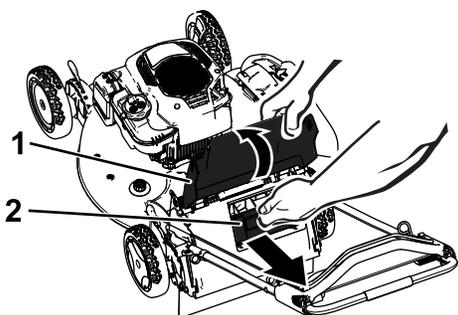

Рисунок 23
2. Поднимите и удерживайте заднюю дверцу (Рисунок 23).
3. Вытяните заднюю заглушку (Рисунок 23).